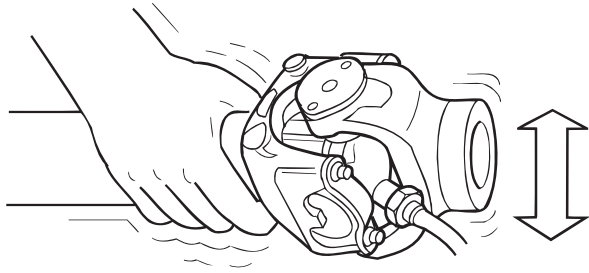

Figura 7.3
- A. Mueva el conjunto ARRIBA-Y-ABAJO o DE-LADO-A-LADO mientras usted aplica grasa con pistola de presión. Figura 7.3.